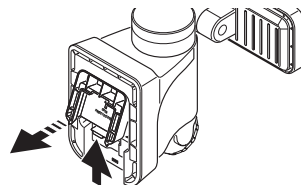

Figure 4
3. Appuyez sur la languette de blocage de la porte du compartiment des piles, puis faites pivoter la porte vers le bas pour l'enlever (voir la Figure 4).